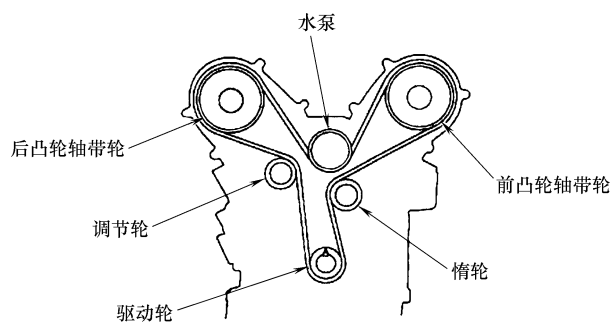

图 23-85 安装正时带
5) 按照图 23-85 所示, 从驱动轮开始, 沿逆时针方向安装正时带。